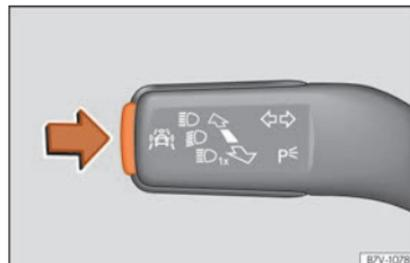

Fig. 48 Na alavanca das luzes indicadoras de mudança de direção e dos máximos: botão para os sistemas de assistência à condução.
- Pressione brevemente o botão **»» Fig. 48** na direção da seta para abrir o menu **Assistentes**.